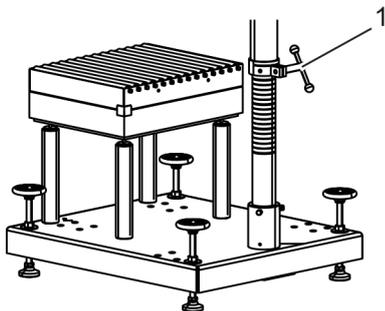

Abb. 34: Klemmring mit Fixierschraube
- 10.** Klemmring durch Drehen der Fixierschraube (Abb. 34/1) gegen den Uhrzeigersinn lösen.